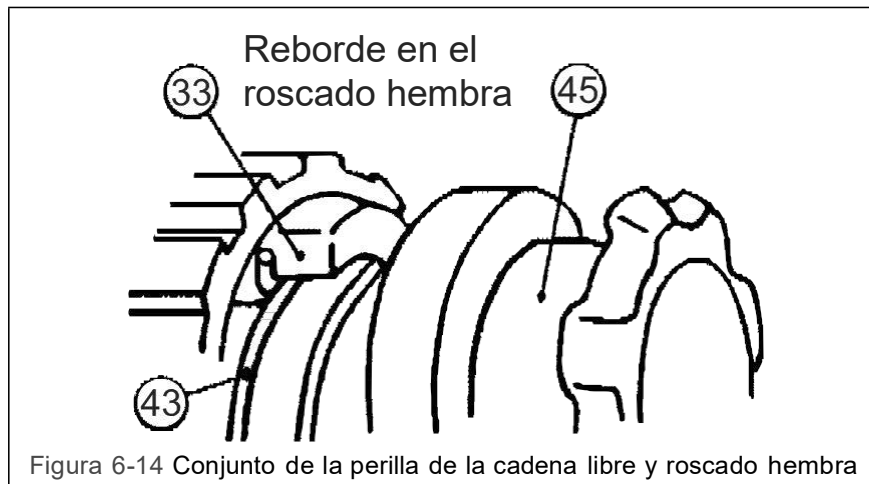

Figura 6-14 Conjunto de la perilla de la cadena libre y roscado hembra
- 2) Ajuste el extremo opuesto del resorte del freno (43) próximo al reborde del roscado hembra. Consulte la Figura 6-14.